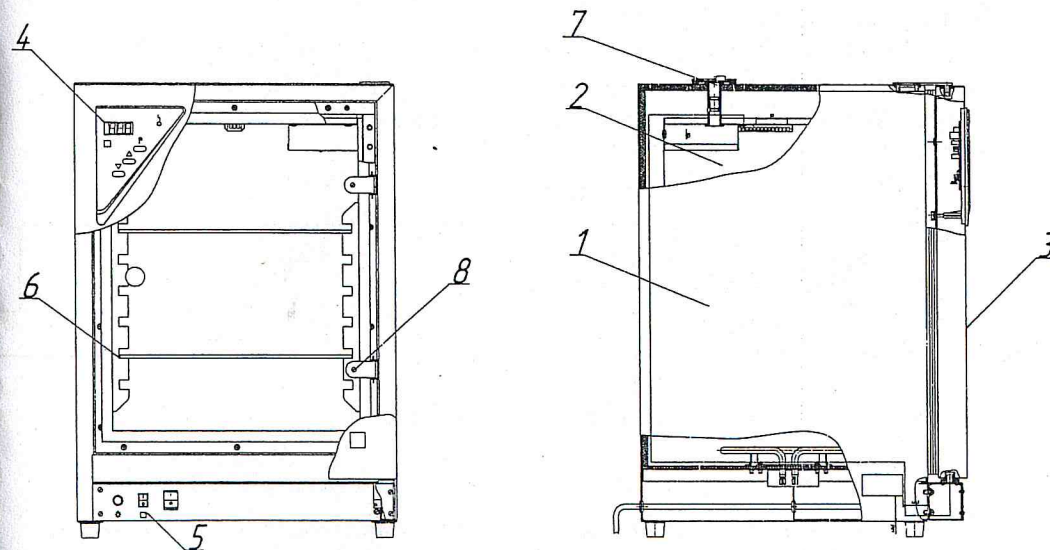

Рисунок 1. Термостат суховоздушный ТВ-80-1:
1.4.1 Внешний вид термостата приведен на рис. 1.
Для отвода влаги из камеры необходимо открыть клапан (поз. 7 рис.1).
2.3.3 Установить требуемую температуру в соответствии с п.1.4.3. Открыть клапан (поз.7 рис.1) для отвода влаги из камеры.